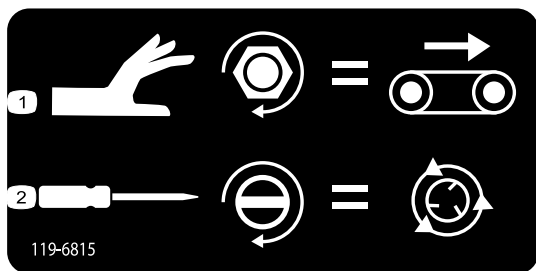

図 44
- フロアベルトの速度を調整するには 図 44、ノブを右に回します。この調整は油圧を作動させずに行えます 色別設定システムにあるように、最大フロア速度にセットします。ホッパーに砂を満載しているような場合は最も重要な設定です。
- スピナーの回転速度図 44はマイナスドライバーを使って調整します。右に回すと速度は上がり、左に回すと下がります。